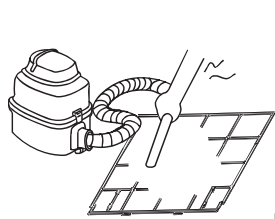
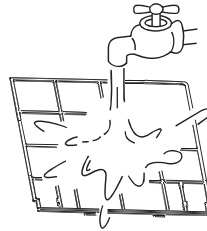

Fig. 7-4
Fig. 7-5
- Il lato di ingresso aria deve essere posizionato verso l'alto quando si usa l'aspirapolvere (riferirsi alla Fig. 7-4) mentre deve essere posizionato verso il basso se si usa l'acqua per il filtro. (Riferirsi alla Fig. 7-5)